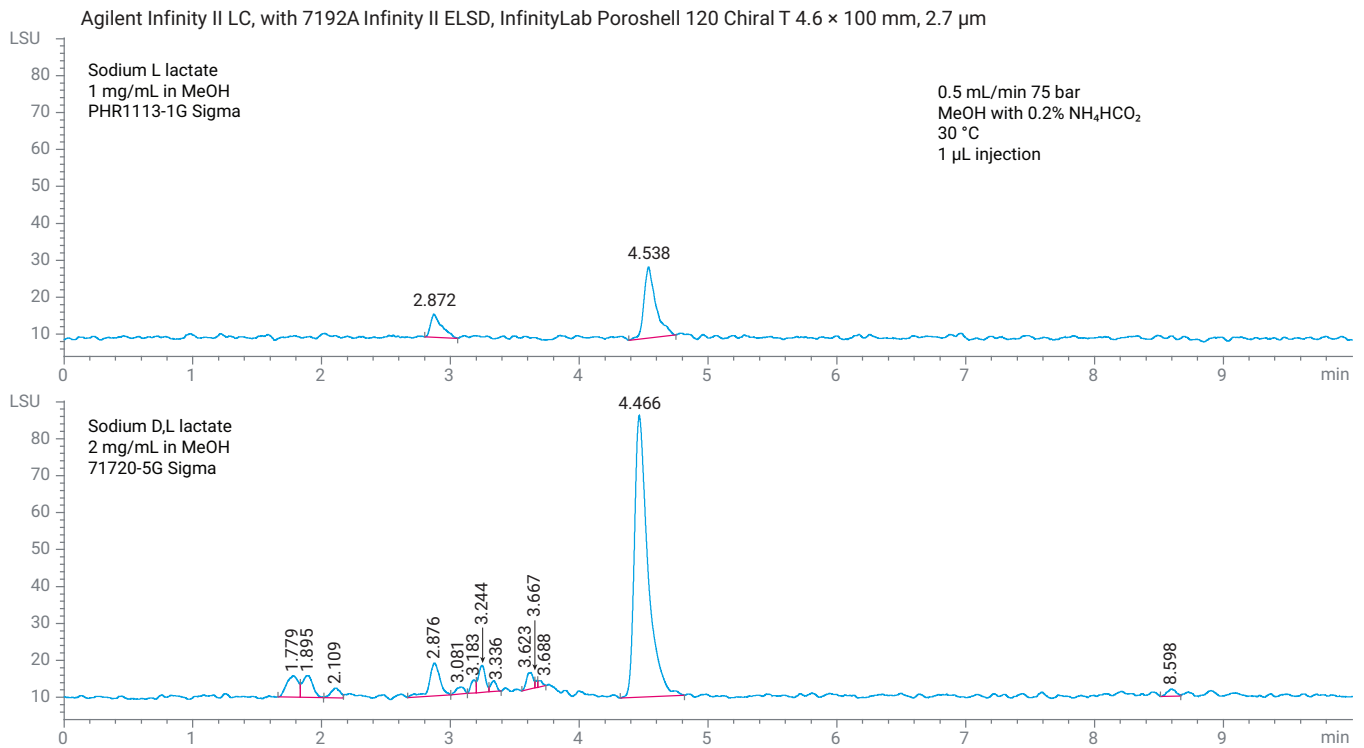
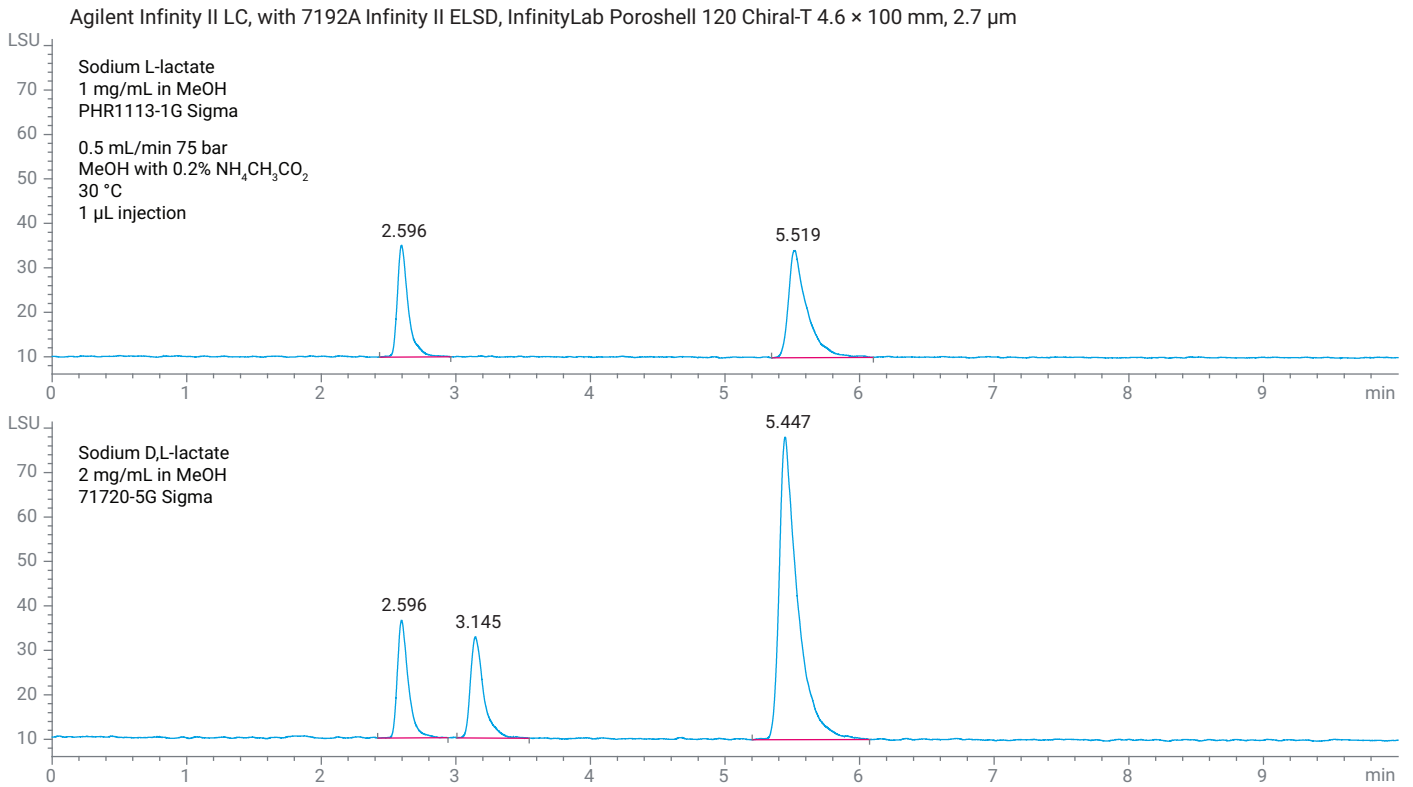

図 2. 0.2 % ギ酸アンモニウム中の D,L-乳酸ナトリウムの分離
図 3. 0.2% 酢酸アンモニウム中の D,L-乳酸ナトリウムの分離
0.2 % ギ酸アンモニウムを使用した初期スクリーニングは L 乳酸ナトリウムである程度の成功を示しましたが、D,L-乳酸のクロマトグラムではピーク形状が不良でした (図 2)。2 番目の実験では、ギ酸アンモニウムを 0.2 % 酢酸アンモニウムに変更しました。これにより、3 つのピークがすべて良好に分離され、優れたピーク形状が得られました (図 3)。最適化の試みとして、酢酸アンモニウムの濃度を下げたところ、最後のピークのリテンションタイムは大幅に長くなりましたが、分離能が大幅に向上することはありませんでした (図